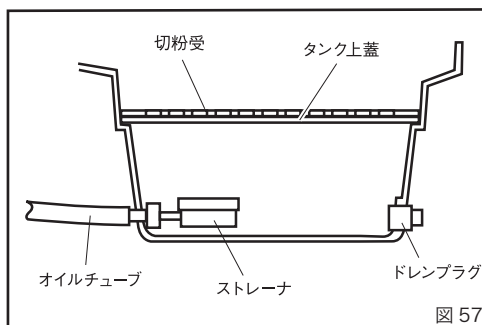

図 57
3. オイルタンクの清掃 (図 57)
細かい切粉がタンク内にたまりますので、月に 1 回程度タンク内をきれいに掃除してください。(図 57)